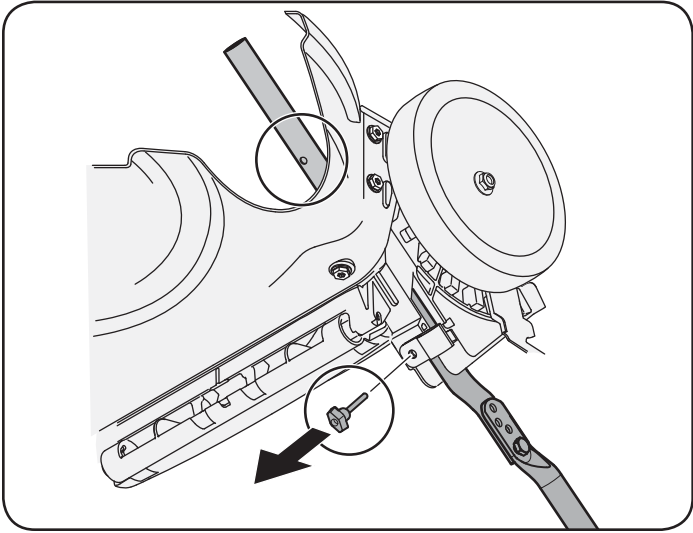
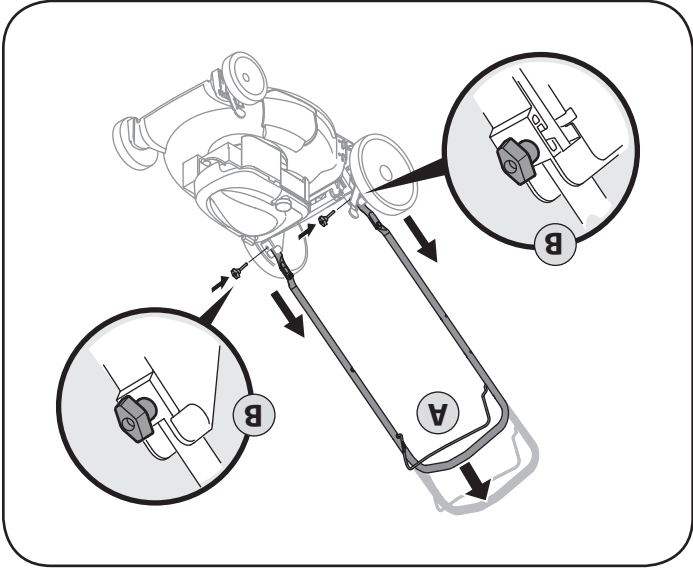

Figure 3
Figure 4
2. Retirez les boulons à tête en T des supports du guidon, comme la Figure 3.
- a. Relevez le guidon jusqu'à ce que les trous du guidon inférieur (voir l'éclaté de la Figure 3) s'alignent avec les trous des supports du guidon. Voir la Figure 4.
- b. Insérez les boulons à tête en T, enlevés au paragraphe 1b, dans les supports du guidon et dans le guidon inférieur et serrez à fond pour maintenir le guidon en place. Voir la Figure 4.